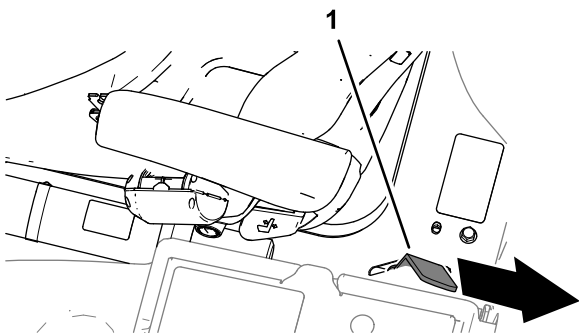

Figura 46
3. Abbassate completamente la pedana e spostate la maniglia di fermo verso la parte posteriore della macchina fino a quando il fermo non si innesta completamente sulla barra di bloccaggio (Figura 46).